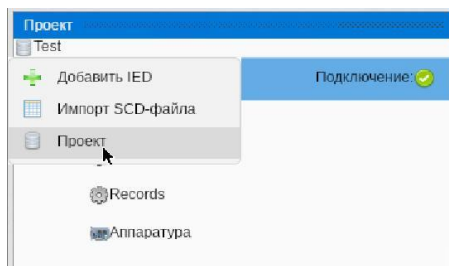

Рисунок 4.7 – Выбор пункта «Проект»
- щёлкнув правой кнопкой мыши, выбрать пункт «Проект» из выпадающего меню (см. рисунок 4.7).